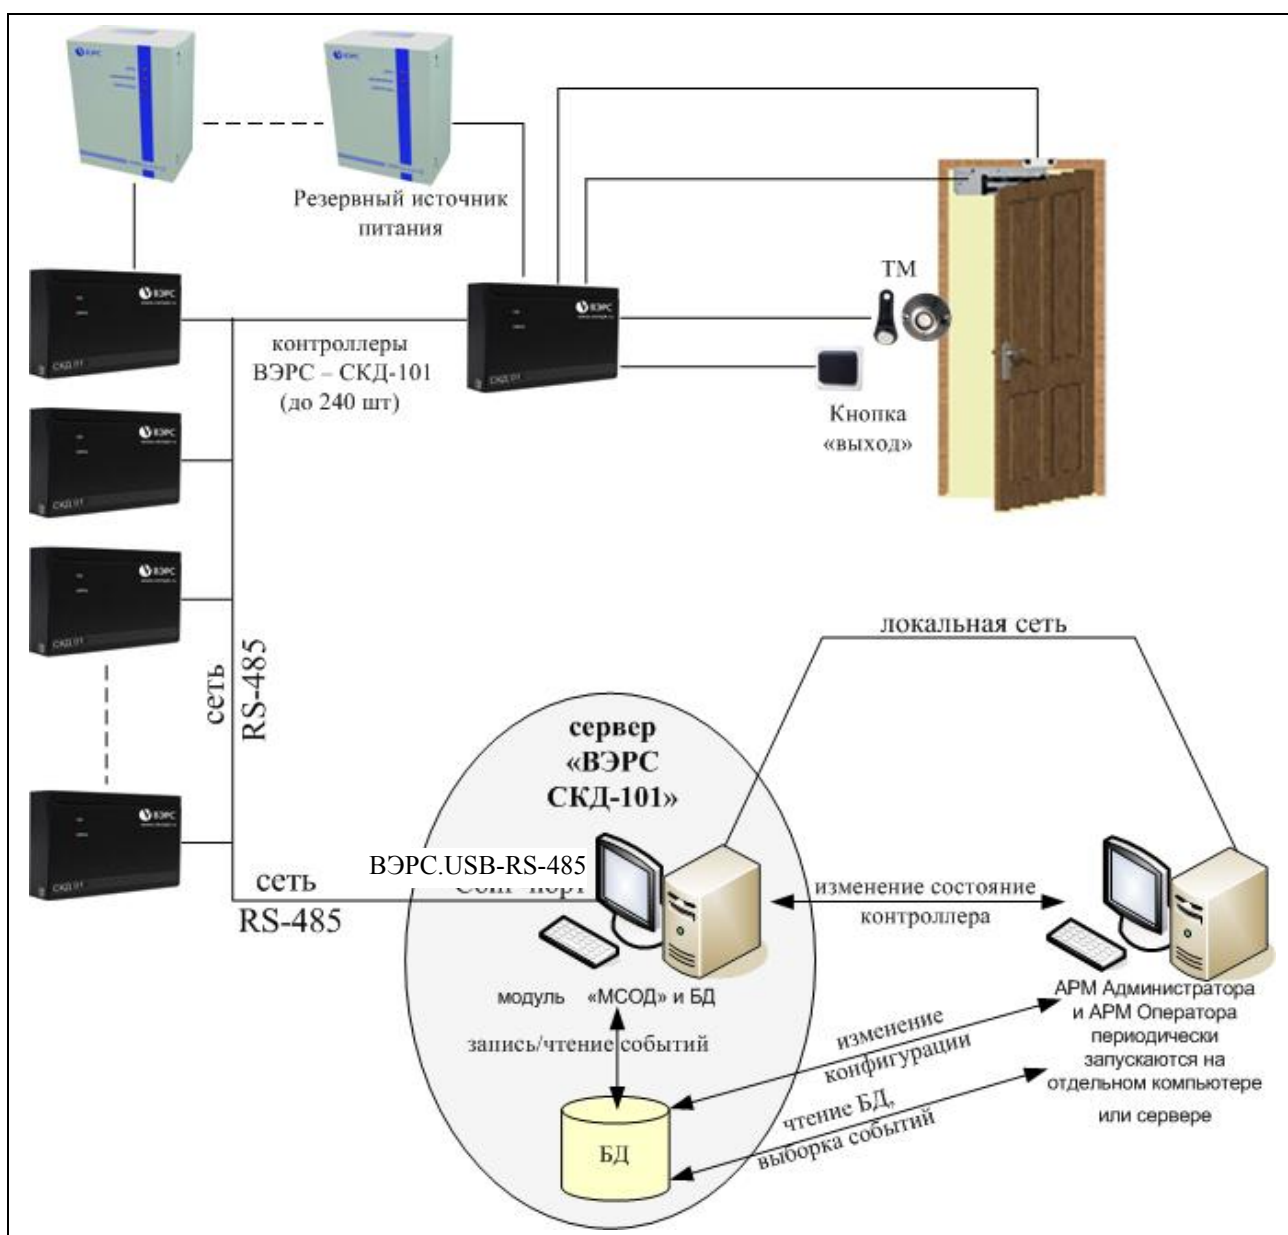

Рис. 6 Сохранение извещений о событиях в системном журнале и периодический запуск АРМ администратора и АРМ оператора
- **Сохранение извещений о событиях в системном журнале.** Контроллеры размещены на объекте и объединены системной магистралью как в предыдущем варианте. Информационная магистраль подключена к компьютеру, на котором установлен сервер ВЭРС-СКД-101 (БД и МСОД). На компьютере сервера или на любом другом компьютере локальной сети **периодически запускаются АРМ** администратора для изменения настроек системы доступа и АРМ оператора для просмотра журнала событий из базы данных. (Смотри рис. 6)